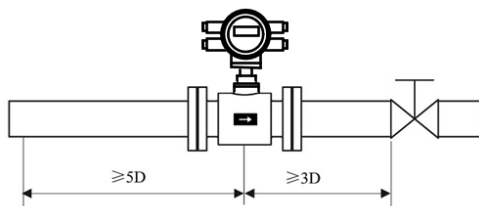
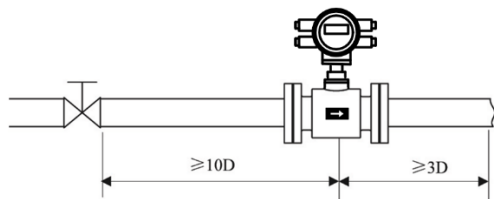

图 9 阀门位于传感器下游的安装
图 10 阀门位于传感器上游的安装
(1) 位置
(2) 避免磁场干扰
(3) 直管段长度
- 为确保流量计的测量精度，建议应保证传感器上游直管段长度至少应为 5 倍管径(5D)，下游直管段长度至少应为 3 倍管径(3D)。(参见图 9、图 10)
(4) 维修空间
(5) 对工艺上不允许流量中断的管道
- 在安装电磁流量计时应加设旁路通管和清洗口，如图 10 所示，这种装置可在流量计退出使用的情况下，保证设备系统连续工作。
(6) 电磁流量计的支撑